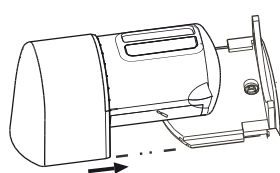

Fig. 17
4. Plaats de sensor in het beslag. Fig. 17